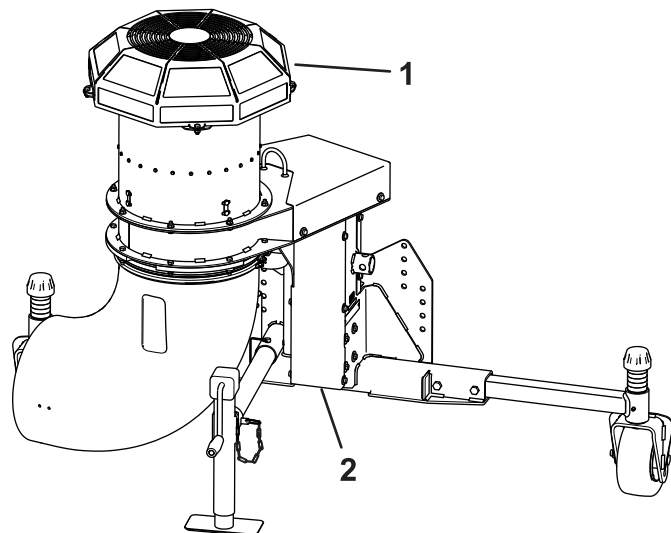

Figura 19
**Importante:** No utilice la máquina sin tener colocado el protector del ventilador y el protector de la caja de engranajes (Figura 19).